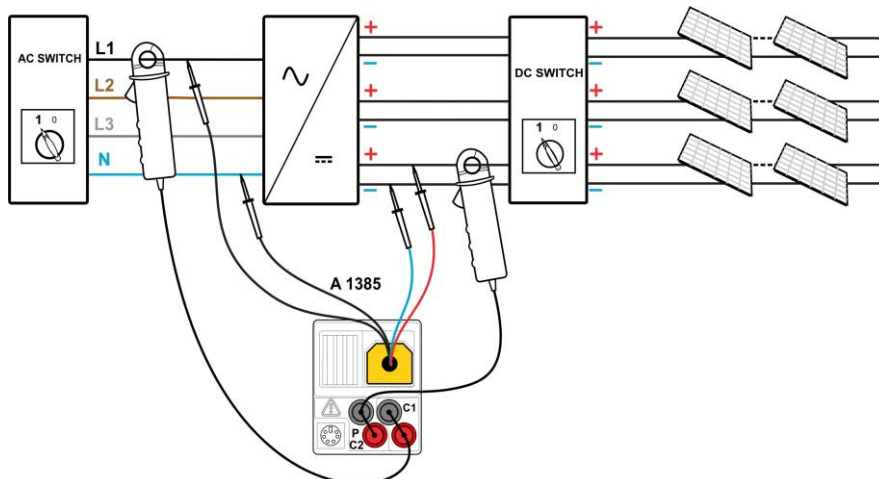

Abbildung 6.8: PV-Wechselrichterprüfung - AC und DC Seite
- ❑ **Schließen** Sie die PV-Prüfleitung A 1385 und die Stromzangen an das Messgerät an (siehe Abbildung 6.8)